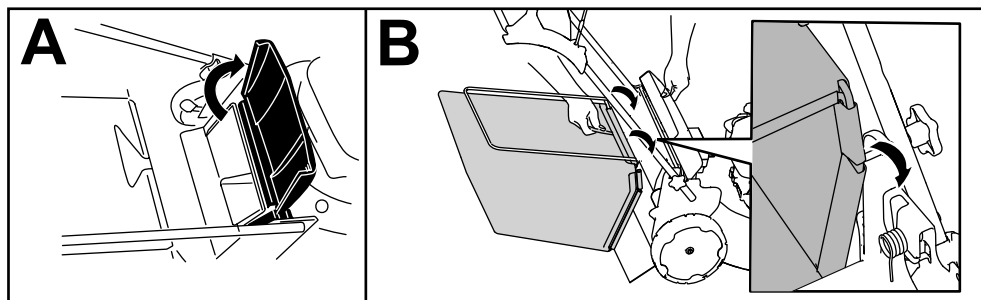

Bild 20
1. Heben Sie das hintere Ablenkblech an und halten Sie es hoch (A in Bild 20).
2. Setzen Sie den Grasfangkorb ein, stellen Sie sicher, dass die Stifte am Fangkorb in den Schlitten an der Holmhalterung einrasten (B in Bild 20).